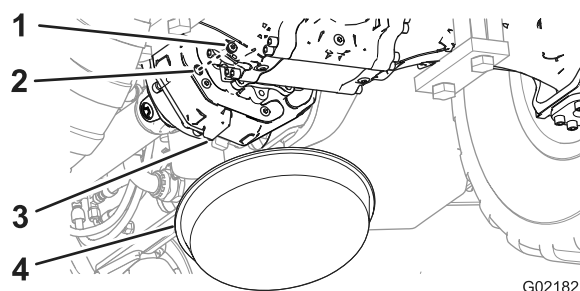

Figura 70
1. Mettete una bacinella di spurgo sotto la parte posteriore dell'alloggiamento della trasmissione (Figura 70).
2. Rimuovete il tappo dal foro spia della trasmissione (Figura 70).
3. Guardate attraverso il foro spia e controllate che il livello dell'olio della trasmissione raggiunga la base della filettatura del foro (Figura 70).
6. Montate il tappo nel foro spia dell'alloggiamento della trasmissione (Figura 70).